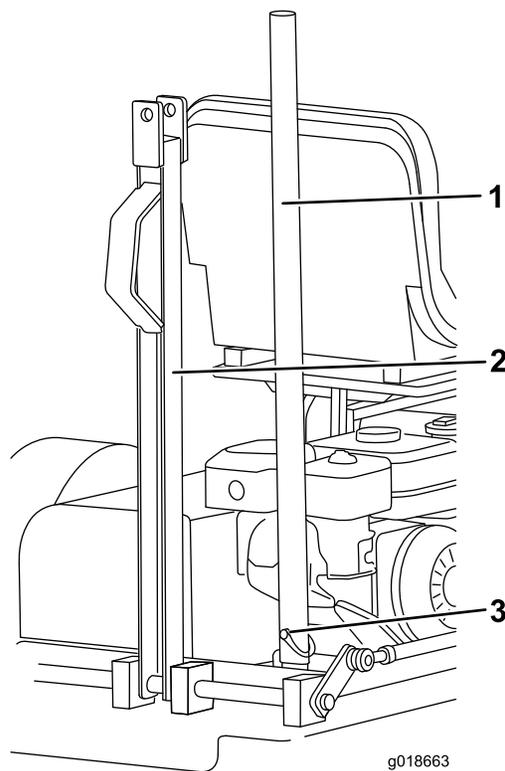

図 8
- A. 昇降バーを牽引バーのタブに固定しているリンチピンを外し、ブラケットからバーを抜く（図 8）。